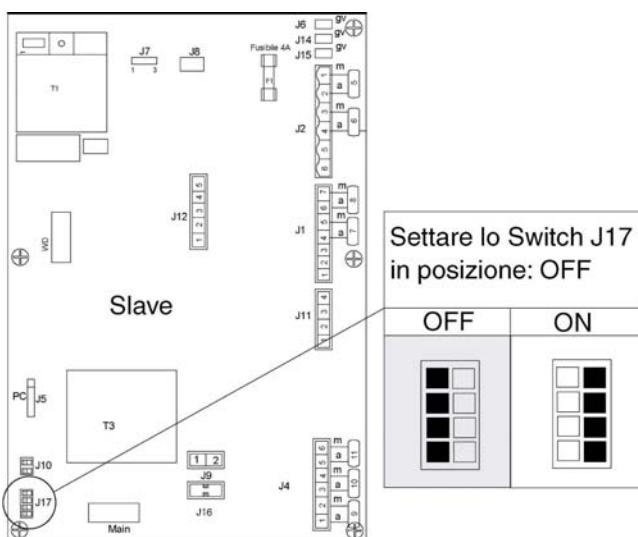

Figura 22
b. Settare tutti e quattro gli interruttori J17 presenti su ogni Slave del gruppo termico nella posizione Off (Figura 22);